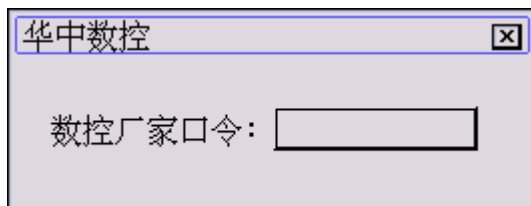

图 9.1.2 输入口令
- (2) 用 **▲**、**▼** 选择权限，按 **Enter** 键确认，系统将弹出如图 9.1.2 所示的输入口令对话框；
- (3) 在输入栏输入相应权限的口令，按 **Enter** 键确认；
- (4) 若权限口令输入正确，则可进行此权限级别的参数或口令的修改；否则，系统会提示“输入口令不正确”。
- (3) 用 **▲**、**▼** 键选择要修改的权限口令，按 **Enter** 键确认，将弹出如图 9.1.2 所示输入对话框；